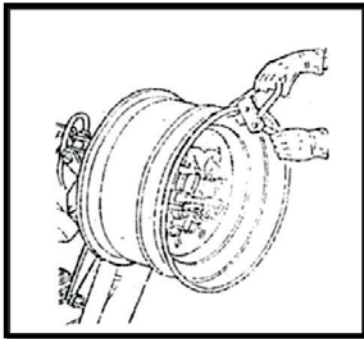
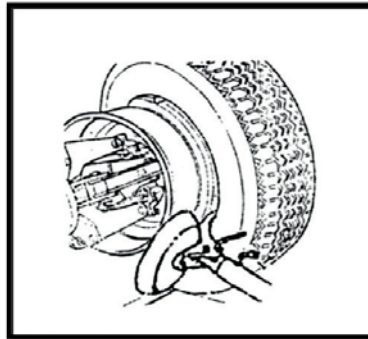

Рис. 10-5
Рис. 10-6
3. Установите зажим-тиски в самой верхней точке на внешней стороне диска (рис. 10-5).
4. Установите шину на платформу и опустите консоль (15). Отрегулируйте взаимное положение зажимного устройства и инструментальной консоли, установите внутренний борт шины на диск (удерживайте зажим в верхней точке).
8. Вращайте колесо по часовой стрелке до тех пор, пока зажим-тиски не окажется в крайней нижней точке (рис. 10-6).